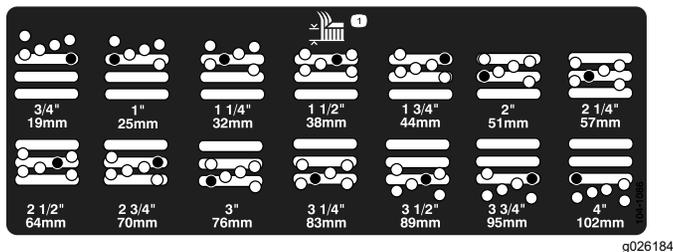

Figura 17
5. Mueva la cámara a la altura deseada e instale el espaciador en el taladro y la ranura de altura de corte deseados (Figura 17).